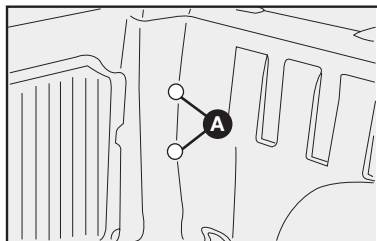

fig. 53
1) Quite las tapas de goma **A-fig. 53**, para tener acceso a los tornillos de fijación del grupo de luces.